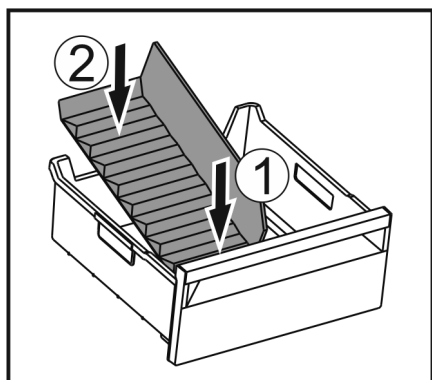

Fig. 170
- Umetnite prednji dio pregrade ladice za led. Fig. 170 (1)
- Spustite stražnji dio pregrade ladice za led do dna ladice. Fig. 170 (2)